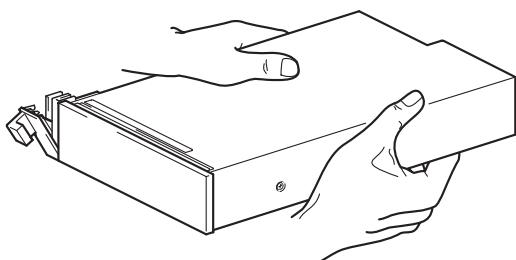

图 6a: 处理半高度磁带机模块
**告诫** 处理磁带机模块时，应使用侧面支持器框架托住模块，如图 6a 和 6c 所示。为避免破坏，请勿托住模块主体，并且不要在磁带机模块的前部面板上推拉模块。